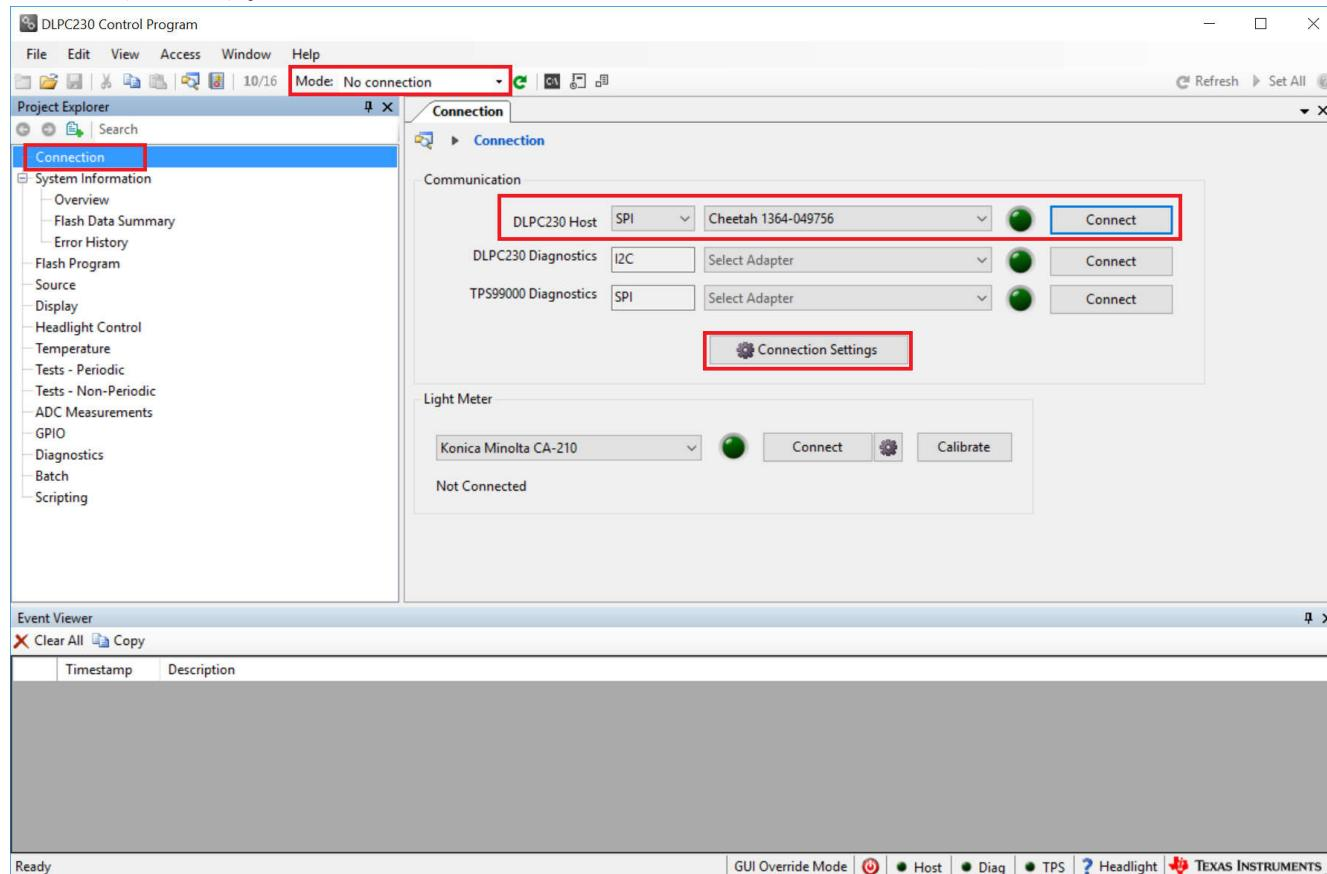

図 2-6. DLPC230-Q1 車載制御プログラムを使用した DLPC230-Q1 への接続
2. 接続ページで、DLPC230-Q1 ホストを SPI に設定し、ドロップダウン メニューから Cheetah を選択します (図 2-6 を参照)。Cheetah がドロップダウン メニューに表示されるようにするには、USB ケーブルがあるコンピュータに接続する必要があります。